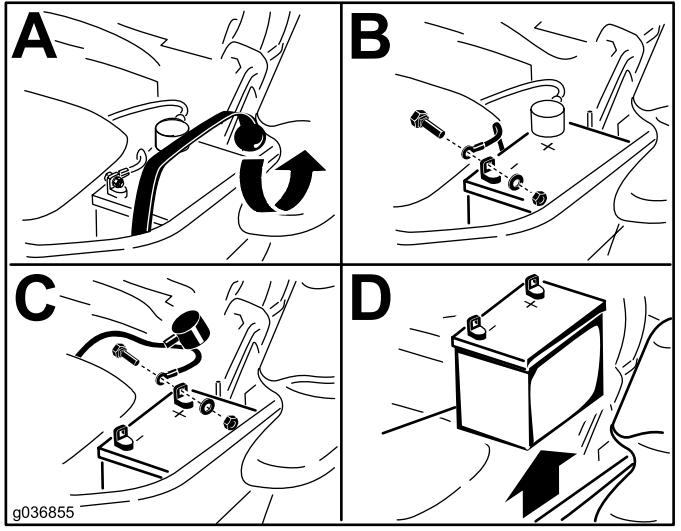

Figura 50
3. Rimuovete la batteria come illustrato nella Figura 50.
4. Fissate i cavi con 2 bulloni, 2 rondelle e 2 dadi di bloccaggio (Figura 50).
6. Fissate la batteria con la fascetta in gomma (Figura 50).
1. Posizionate la batteria nel vassoio, con i poli in posizione opposta al serbatoio idraulico (Figura 50).